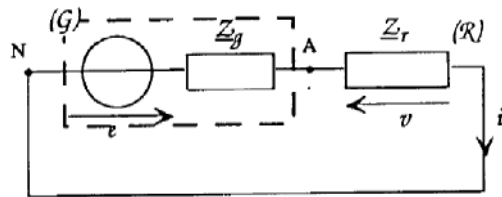

Fig. E.2
Un dipôle récepteur (R) est alimenté par une source de tension réelle (G) de force électromotrice (fém) $e = E\sqrt{2} \cdot \sin \omega t$ et d'impédance interne Z_g (figure E.2). Z_g est constituée d'une résistance r en série avec une inductance l . Le récepteur (R) est formé d'une résistance R en série avec une réactance X . Soit Z_r son impédance.
La source est maintenant réglable en valeur efficace dans le montage de la figure E.2.